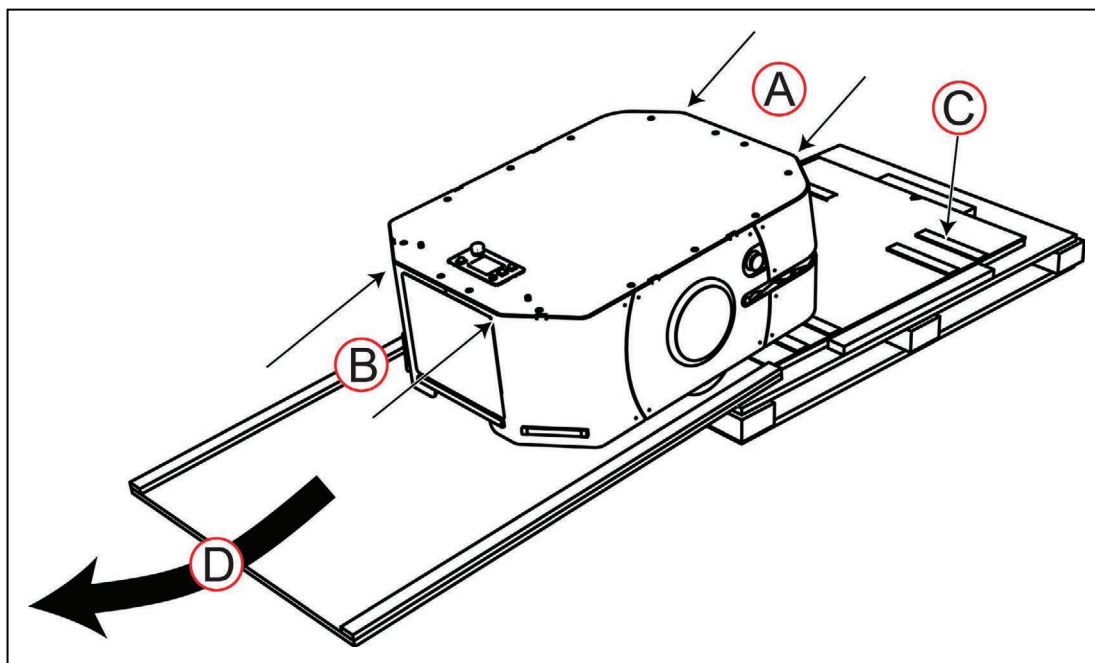

图3-5 将LD-250从斜板上移下来
1. 请参见图3-5，在外壳顶部边缘处标识安全推动点（A）和（B）。切勿往下推底盘，否则可能会损坏外壳或其他组件。